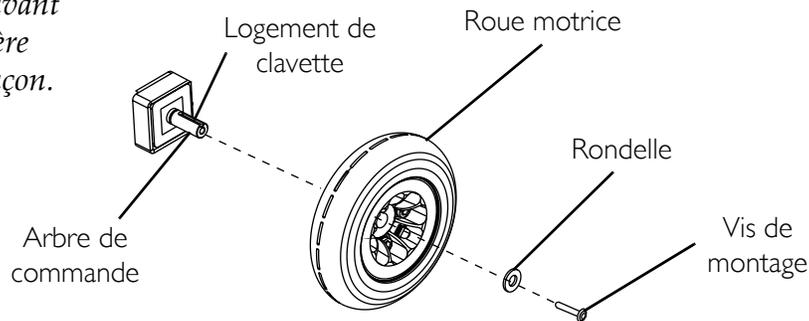

FIGURE 9.1 Retrait/Installation des roues motrices
REMARQUE : Pour cette procédure, se reporter à la FIGURE 9.1 en page 40.
1. Placer le logement de clavette dans la rainure de l'arbre de commande, tel que montré FIGURE 9.1.